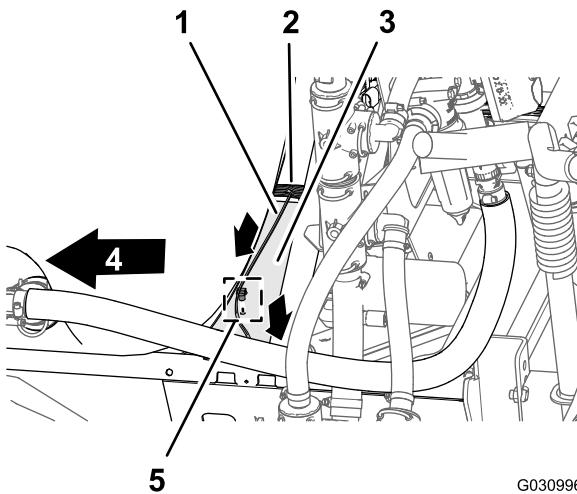

Figura 113
1. Passe a secção com 74 cm da cablagem para o solenoide da bomba do pulverizador através da parte superior do canal da estrutura do pulverizador e para baixo na direção do solenoide da bomba do pulverizador (Figura 113).
- Insira o fixador de pressão da secção com 74 cm da cablagem no orifício no canal da estrutura do pulverizador (Figura 113).